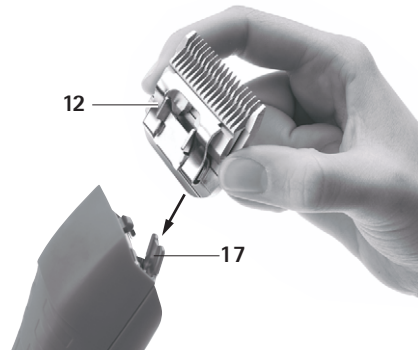

Fig. 2
- Cuplați capul de tuns **12** pe balamaua lamei deschisă **17**, vezi Fig. 2.
- Apăsăți ușor capul de tuns **12** în direcția mașinii de tuns DURATI, vezi Fig. 2.